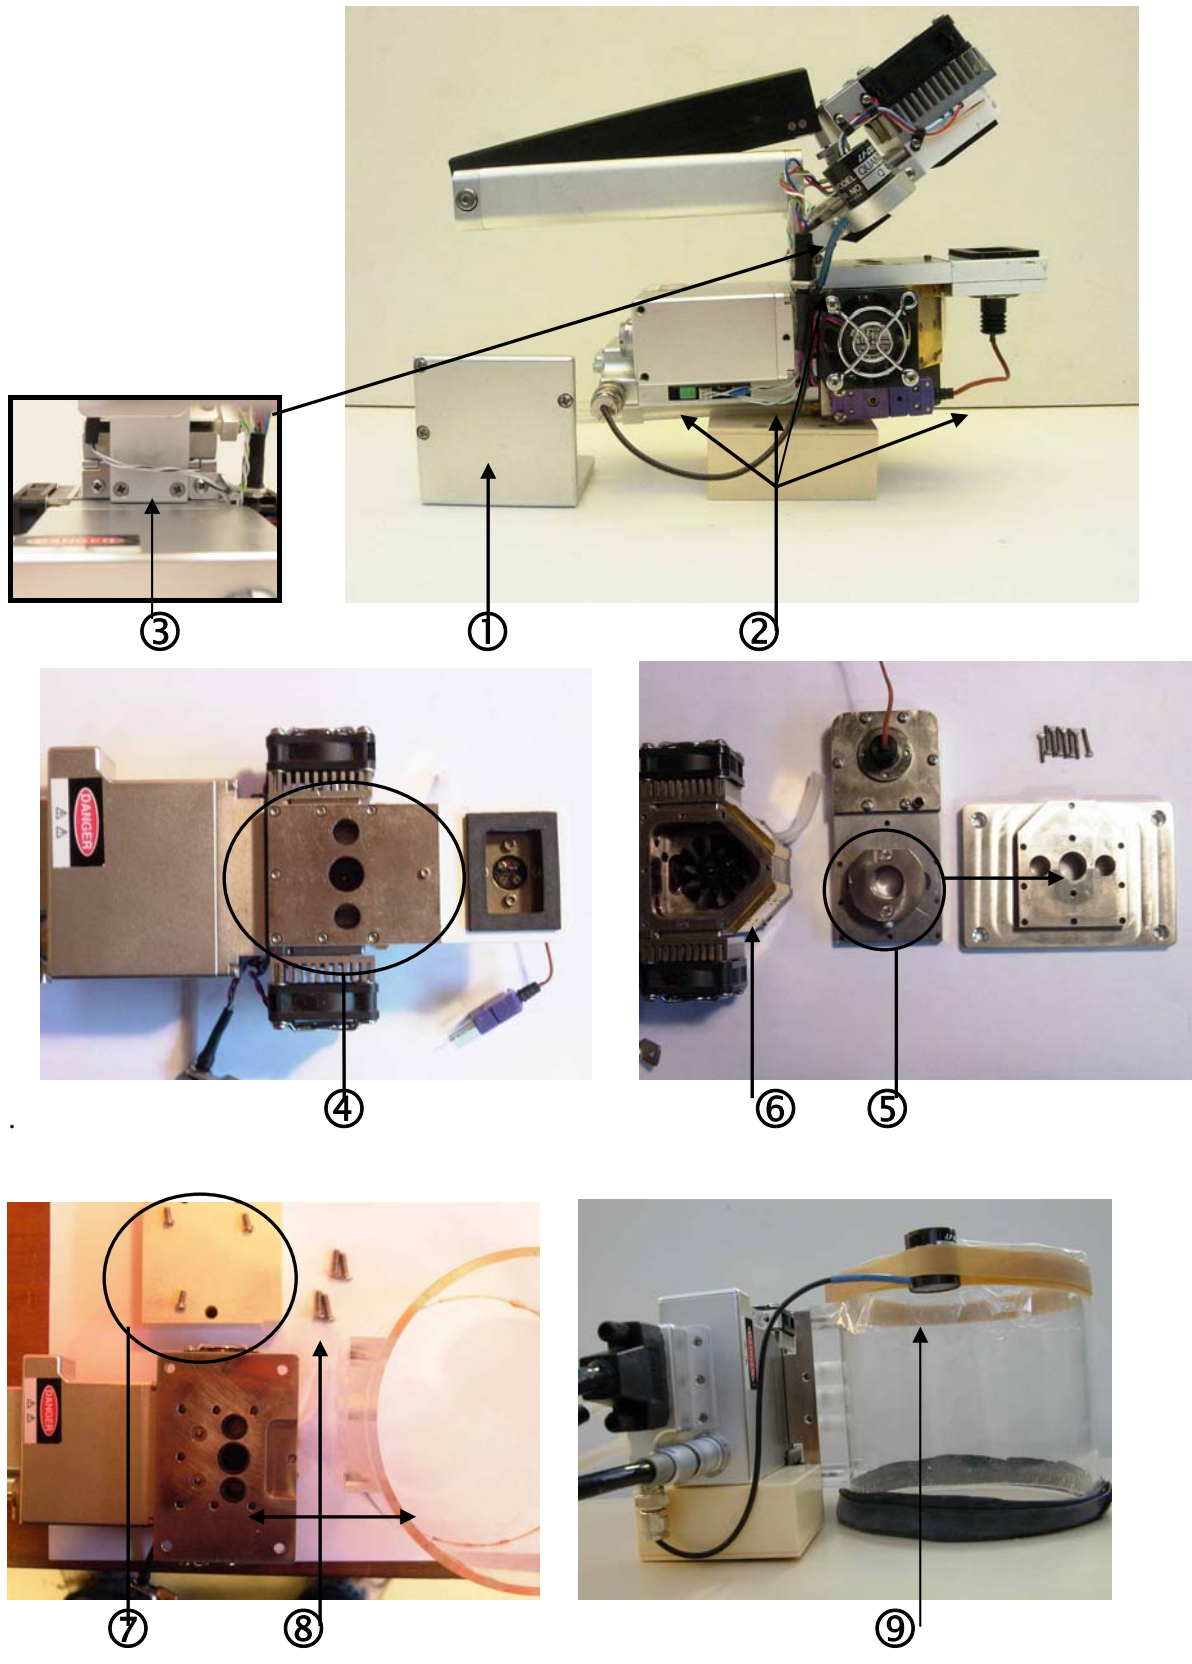

Figure 2 : *Ordre chronologique de montage de la chambre 2 litres.*
3.2 Ordre chronologique de montage (figure 2)
- ① Dévisser le support de trépied de type photographique soit **3 vis à réutiliser**.
- ② Retirer les 5 connecteurs, du capteur quantique externe (métal), du module d'éclairage (deux blancs et un noir) et du thermocouple de la chambre (violet) .
- ③ Dévisser les 4 vis de la poignée.
Le micro thermocouple est gainé par un tube souple de 2 mm de diamètre interne qui sert de protection. A une extrémité les fils sont raccordés au connecteur en respectant la polarité et à l'autre les 2 fils sont soudés à l'étain. Ce nouveau thermocouple filaire de 50 cm se connecte à la place du capteur standard (**figure 2**) et son extrémité est placée dans la chambre.
Le capteur quantique externe (**cf. ⑨ de figure 2**) permet de mesurer le flux de lumière incidente au sommet de la chambre de 2 litres.